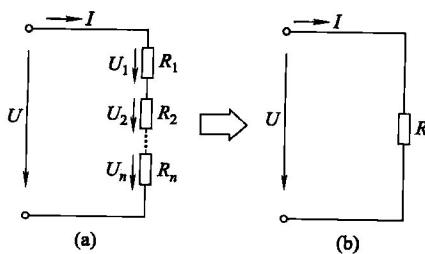

图 1-6 电阻的串联
(5) 电阻的串、并联 在一个电路中，所出现的外电阻的个数不止一个，并且这些电阻的连接方式各不相同。
① 电阻的串联 如果多个电阻顺序相连，并且在这些电阻中通过同一电流，这样的连接方式称为电阻的串联，如图 1-6 (a)。
则等效电路如图 1-6 (b)。